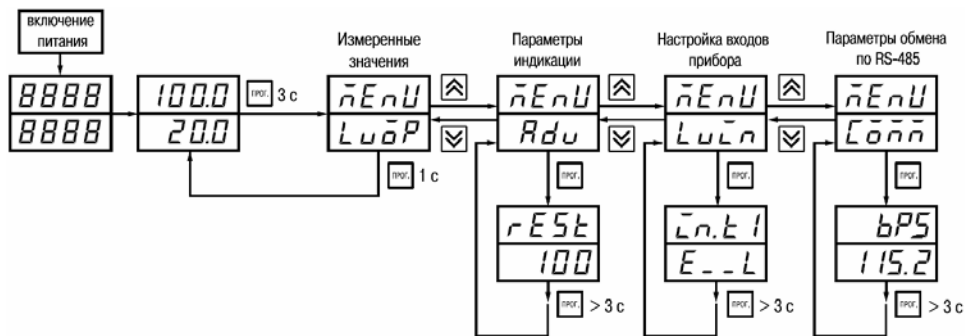

Рисунок 7.1
7.1.2 Основные параметры прибора TPM200 объединены в 4 группы *LuṁP*, *Rdu*, *LuĪn* и *Īōññ*, составляющие меню прибора (рисунок 7.1). Полный список программируемых параметров приведен в приложении Б.